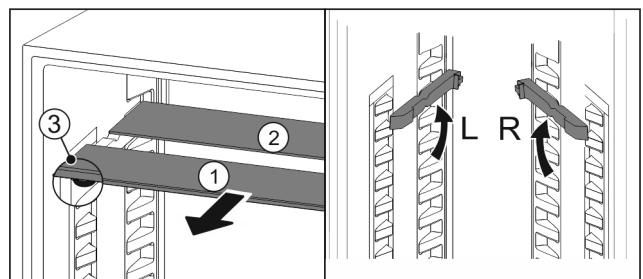

Fig. 105
- Sortir les tablettes par l'avant Fig. 105 (1).
- ▷ La tablette en verre Fig. 105 (1) avec bordure décorative est située à l'avant.
- ▷ Les butées Fig. 105 (3) sont orientées vers le bas.